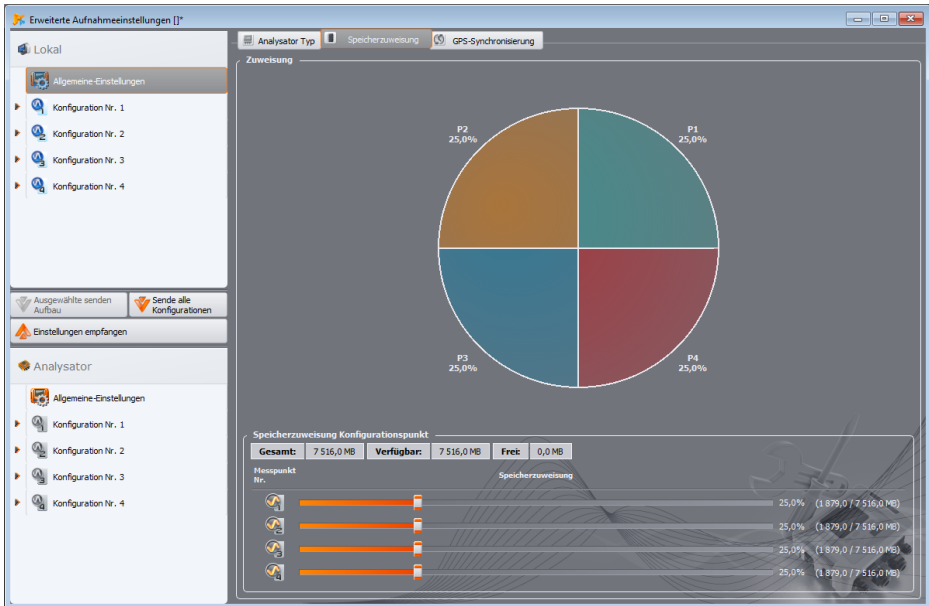

Abb. 19. Fenster der Speicherzuweisung
- **PQM-702 PQM-703 PQM-710 PQM-711 SPEICHERZUWEISUNG:** diese Registerkarte (Abb. 19) ermöglicht die Zuweisung von Speicherplatz auf der Karte für individuelle Messkonfigurationen. Die vier Schieberegler bestimmen die Menge des für die Konfiguration zugewiesenen Speichers (in MB und %). Eine Visualisierung der Zuweisung ist im mittleren Abschnitt dargestellt. Der gesamte freie Speicherplatz auf der Karte (100%) kann frei auf die vier Konfigurationen aufgeteilt werden. Es ist möglich, den vollständigen Speicherplatz einer Konfiguration zuzuweisen; die Aufzeichnung in den anderen Konfigurationen ist dann nicht möglich, es ist nur eine Vorschau der aktuellen Netzwerkdaten verfügbar. Alle Messkonfigurationen werden linear in den Speicher geschrieben, sobald der Speicher für eine Messkonfiguration voll ist, wird die Aufzeichnung beendet. Bitte beachten Sie, dass bei einer Änderung der Speicherzuweisung alle Daten auf der Speicherkarte gelöscht werden müssen. Es ist daher ratsam, diese Daten vorher auszulesen und auf der lokalen Festplatte zu speichern.